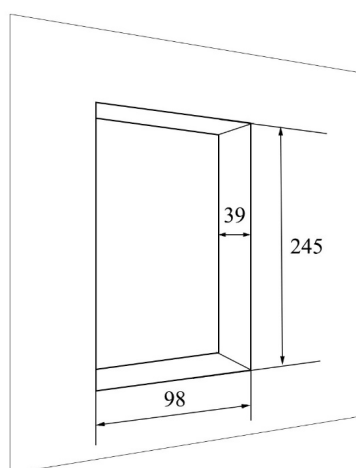

Рисунок 2 – Отверстие для врезного монтажа
2.2.1. Вырезать в листовом металле отверстие (В×Ш = 245×98 мм). Убедиться, что для установки короба свободно не менее 39 мм глубины (рисунок 2).
- 2.3.1. В месте установки крепления вырезать углубление с параметрами:  $B \times \text{Ш} \times \Gamma = 245 \times 98 \times 39$  мм (рисунок 2).